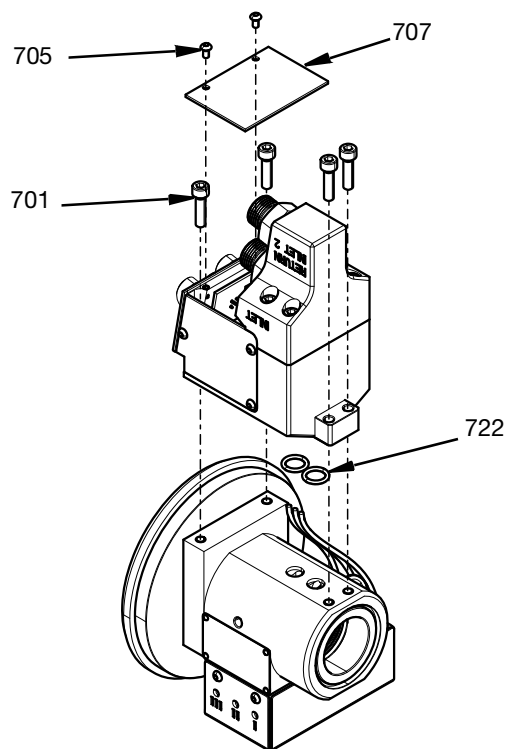

FIG. 18
È possibile ora accedere a sensori o spine. È necessario sostituire gli O-ring (722) con O-ring nuovi prima di procedere al rimontaggio. Vedere FIG. 18.